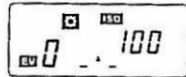

Fig. 12
• Si l'on appuie sur le sélecteur de mode en mode de mesure de la lumière ambiante pendant que l'on maintient enfoncée la touche ISO, l'affichage est ajusté à bascule entre les valeurs EV et F (Fig. 12 et 13). S'il est ajusté à bascule après avoir mesuré, les données de mesure seront calculées de nouveau et automatiquement, puis affichées une nouvelle fois.